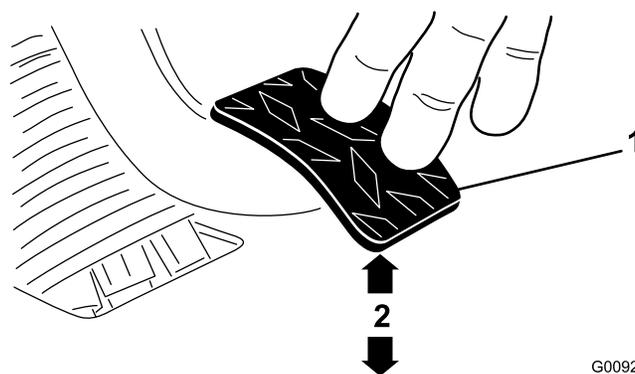

Figura 57
3. Ajuste las contratuercas o la articulación esférica hasta que el borde trasero del pedal del embrague esté a 9.2 mm – 9.8 cm ( $3\frac{5}{8}$ " –  $3\frac{7}{8}$ " del borde superior del dibujo a rombos de la chapa de suelo al aplicar una fuerza de 1.8 kg (4 libras) al pedal (Figura 57).